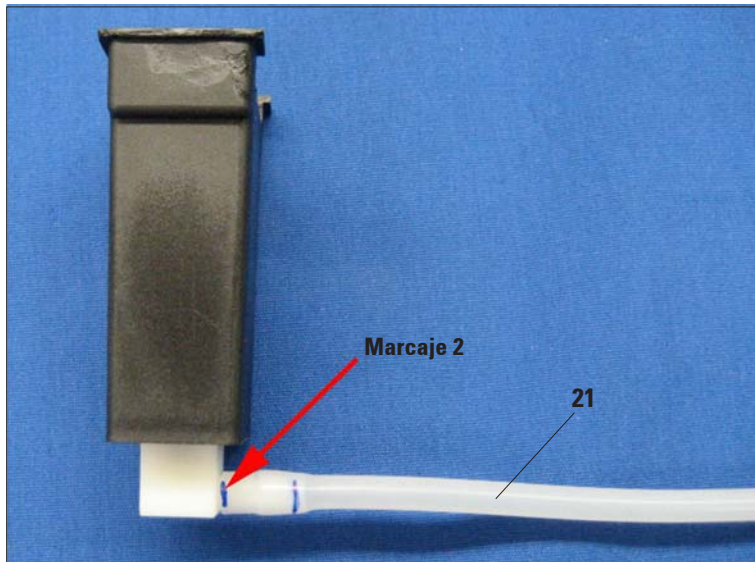

Fig. 26
- Después, girándolo desplazar el tubo (21) por completo sobre el empalme, hasta que el extremo del tubo esté sobre la superficie lateral del empalme (Fig. 26).